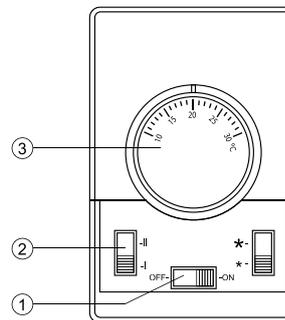

Рис. 4
**Выносной пульт управления для моделей THC WT1 6M, THC WT1 9M, THC WT1 12M, THC WT1 18M, THC WT1 24M (Рис. 4)**